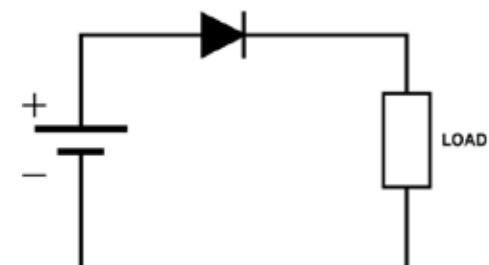
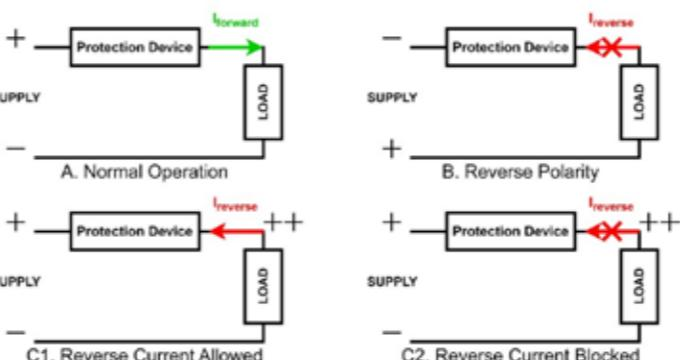
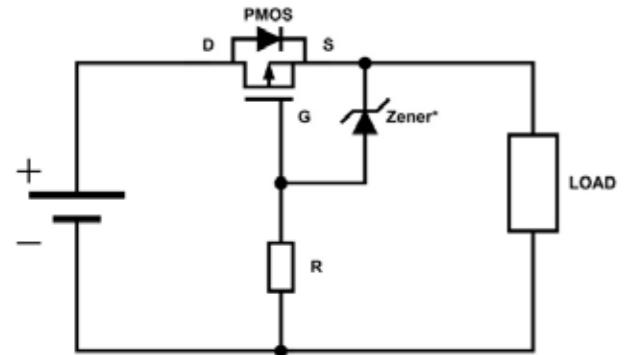

图2：使用二极管实现输入反向电压保护
图1：电压极性和电流流动
图 3：采用高侧配置的 P 沟道 MOSFET，实现自偏置输入反向电压保护
RVP器件的主要目的是在正常工作条件下允许电流流动（从正电源到负电源），而在电源极性反接时阻断电流流动（图1）。此外，RVP解决方案必须考虑负载电压可能超过供应电压的情况（例如由于电机的反电动势(EMF)导致这种情况），并确定是否允许或阻断反向电流流回电源。本文将探讨实现RVP的常用方法，重点讨论为了兼顾成本和性能而选择MOSFET时的细微优势差别。
如上所述，所有RVP保护器件都必须具有图1中电路A和B所示的特性。实现此特性的RVP有两种最常见的方法：一是使用简易阻断二极管，二是使用具有外部控制的MOSFET。从工程角度看，这两种实现RVP的方法都各有明显的优缺点。
最简单的RVP解决方案是用一个阻断二极管与负载串联（图2）。这种配置只允许电流在正向偏置模式下流动，有效阻断所有条件下的反向偏置电流，包括图1电路C2所示的情况。这种解决方案成本最低，尤其适用于小电流应用，所需的PCB尺寸也最小。
沟道 MOSFET，通常还搭配齐纳二极管，提供栅极保护（图 3）。正常工作时（图 1 电路 A），P 沟道 MOSFET 导通，允许正向电流流动，损耗由 RDS(ON) 决定。
极性反接时，MOSFET 保持关断，体二极管会阻断电流。如果负载电压超过供电电压，电路就允许反向电流流回电源（图 1 电路 C1）（这种情况是否可取，取决于具体应用）。这种方法的主要优点为：功率损耗低于二极管，电路设计更简单，并可根据不同的负载电流轻松调整尺寸。不过，这种方法的价格比简易二极管高。